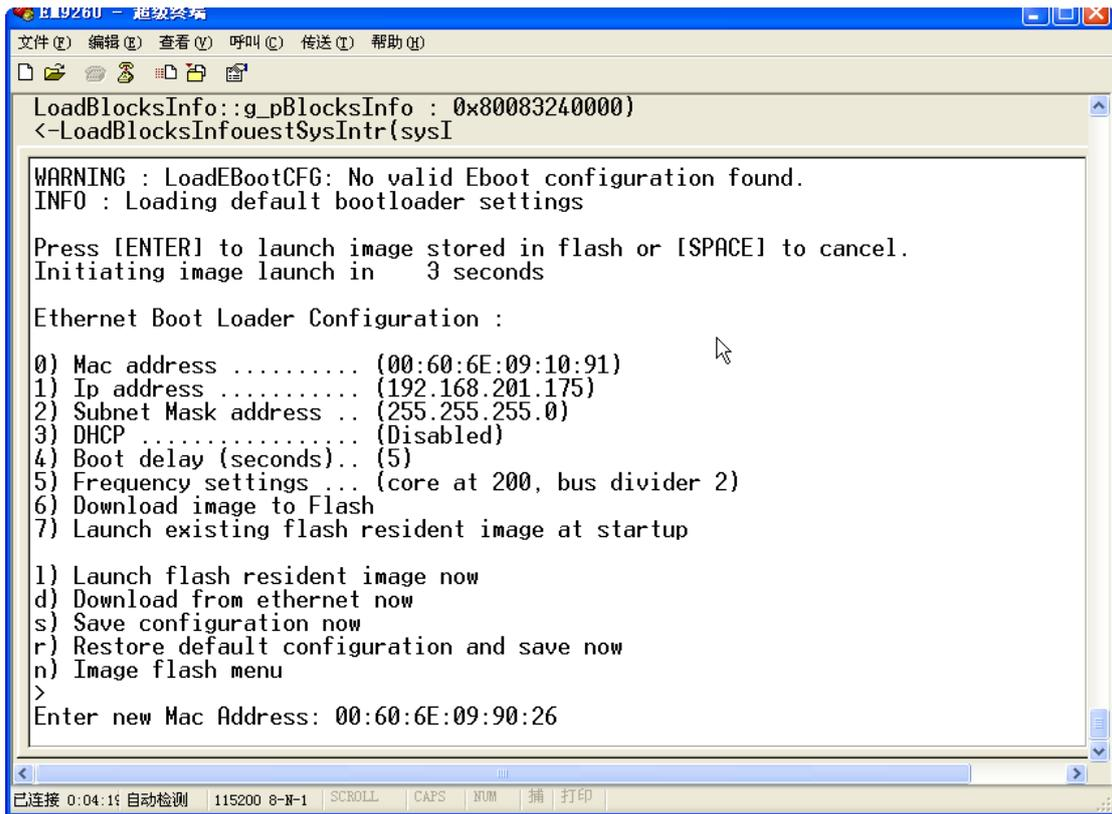

图 5 更改 Mac 地址
- 4、重启开发板，按空格键进入 EBOOT，选择 0 后更改 Mac。回车后，按下 S 保存更改信息。如图 5 所示